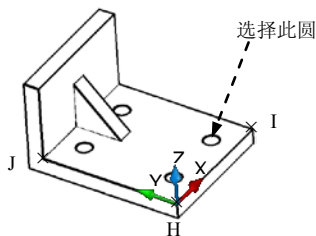

图 13.9.3 标注尺寸 5
(1) 设置用户坐标系。选择 **工具(T)** → **新建 UCS(W)** → **三点(3)** 命令，用捕捉的方法依次选取图 13.9.3 中的 H 点作为用户坐标系原点，I 点作为 X 轴正方向上一点，J 点作为 Y 轴正方向上一点。设置后的用户坐标系的位置和方向如图 13.9.3 所示。
(2) 选择下拉菜单 **标注(A)** → **直径(D)** 命令；选取图 13.9.3 所示的圆；在 **指定尺寸线位置或 [多行文字(M)/文字(T)/角度(A)]:** 的提示下，输入字母 T 后按 Enter 键；输入 4-%c10 后按 Enter 键；在绘图区的空白区域单击一点，作为尺寸标注 5 的放置位置。